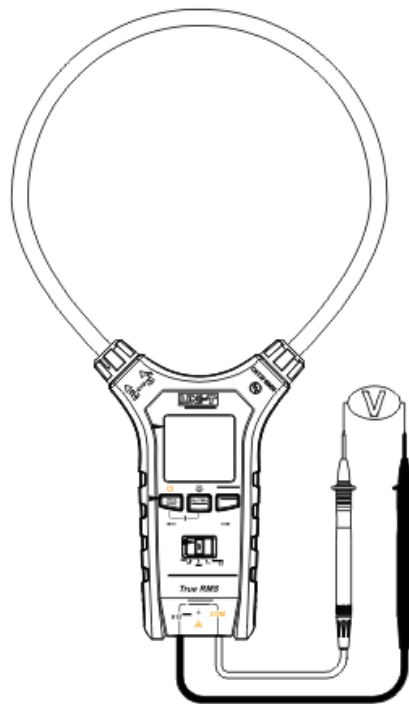

Abbildung 3
1. AC/DC-Spannungs- und Frequenzmessung (Abbildung 3)